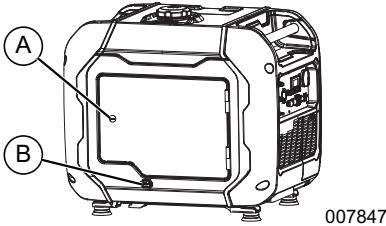

Imagen 4-3. Puerta de acceso y tapas del drenaje de aceite
2. Consulte la **Imagen 4-3**. Con la ayuda de un destornillador de hoja plana, gire un cuarto de vuelta hacia la derecha para abrir la puerta de servicio (A).
2. Consulte la **Imagen 4-3**. Use un destornillador de cabeza plana para girar la tuerca 1/4 de vuelta a la derecha para abrir la puerta de mantenimiento (A).
5. Consulte la **Imagen 4-3**. Retire el tornillo de la tapa de acceso de goma del drenaje de aceite (B).